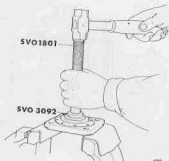

Fig 180. Montering av tätningringar.
32. Montera tätningringarna 1 och 2, se fig 180.